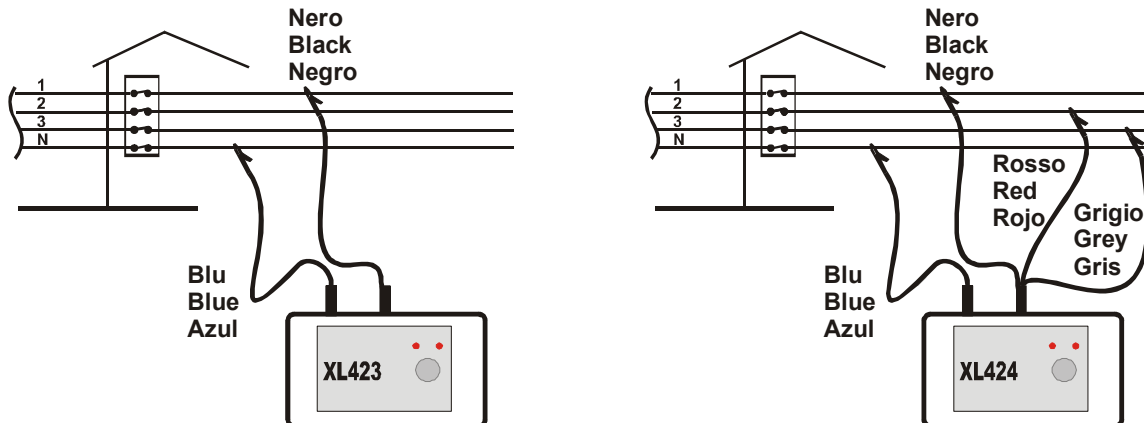

Abb. 3: Anschluss in einer 3- PHASEN ANLAGE
3. Verbinden Sie die Krokodilklemmen mit der Anlage gemäß Abb. 3.